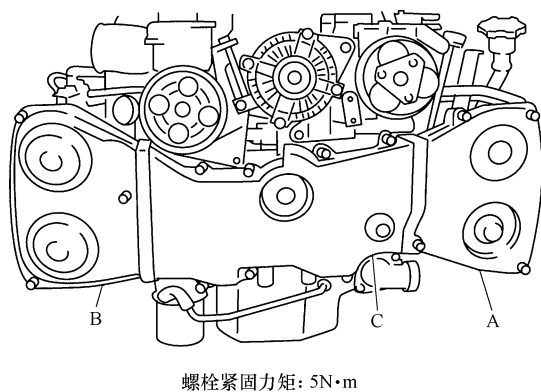

图 27-74 安装正时带罩 A、B 和 C
10) 如图 27-74 所示，安装正时带罩 A、B 和 C。